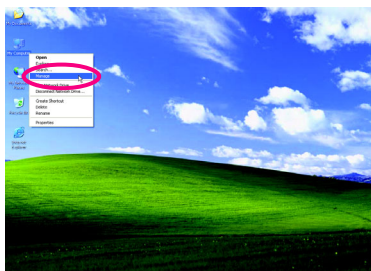
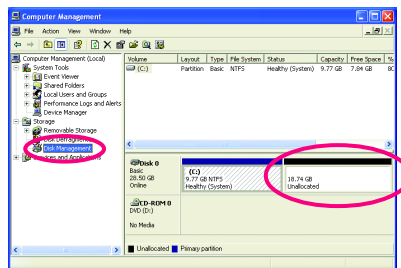

図 4
図 5
4. オペレーティングシステムのインストール後、デスクトップの**マイコンピュータ**アイコンを右クリックし、**管理**を選択します(図 4)。**コンピュータ管理**に移動して、ディスクの割り当てをチェックします。Xpress Recovery2 はバックアップファイルを割り当てられていないスペースに保存します(上の黒いストライプ)(図 5)。割り当てられていないスペースが不十分だと、Xpress Recovery2 はバックアップファイルを保存できません。